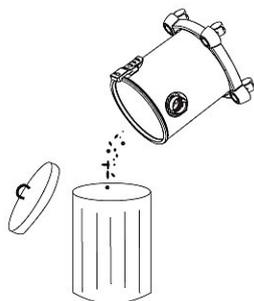

Abb. 14: Entleeren des Schmutzbehälters
Schritt 2: Entleeren Sie den Inhalt des Schmutzbehälters fachgerecht (Abb.14).